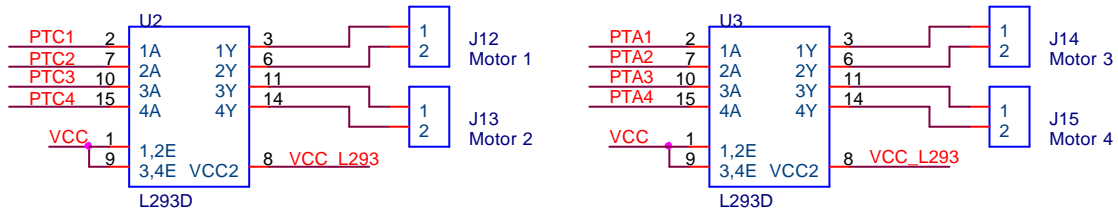

**Figura 11. Diagrama de Bloques Fuente de Alimentación. GP\_Bot\_Ifaz**
**Fuente de Alimentación:** Esta tarjeta dispone de una fuente de alimentación exclusivamente para alimentar a los *drivers* de motor, los integrados L293D. Está basada en el regulador lineal LM78xx, donde xx es la tensión de alimentación regulada que se quiere obtener. La Figura 11 muestra un diagrama de bloques con indicación de dos *jumper*s que permiten su configuración.